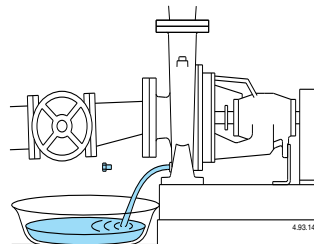

Fig. 5 Scarico.
**Quando la pompa rimane smontata dall'impianto deve essere svuotata completamente se esiste il pericolo di gelo Fig. 5.**